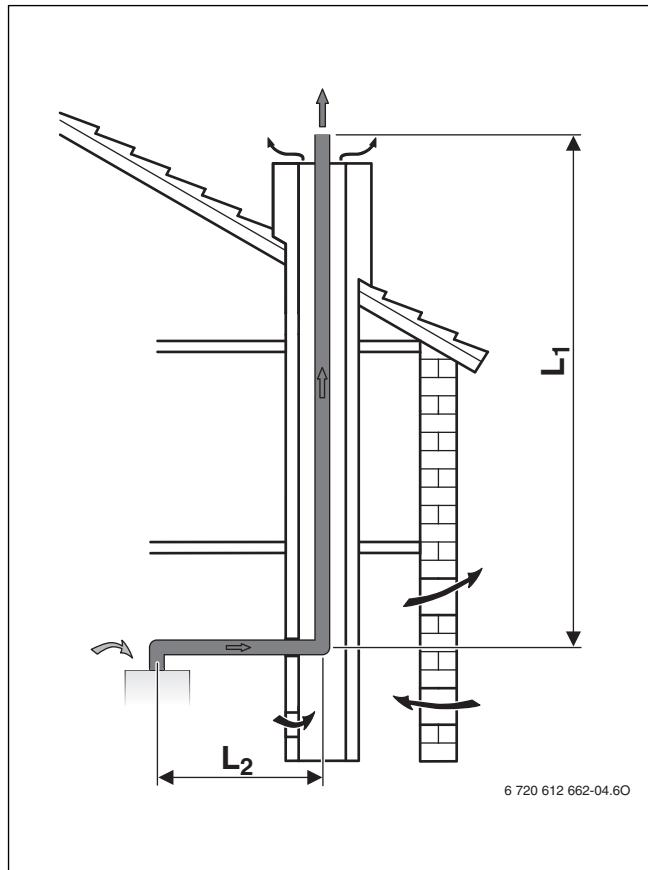

Рис. 7 Дымовая труба в шахте по В23
- Если труба отвода дымовых газов проложена в вентилируемой шахте (→ рис. 7, 8 и 10), чистка шахты не требуется.